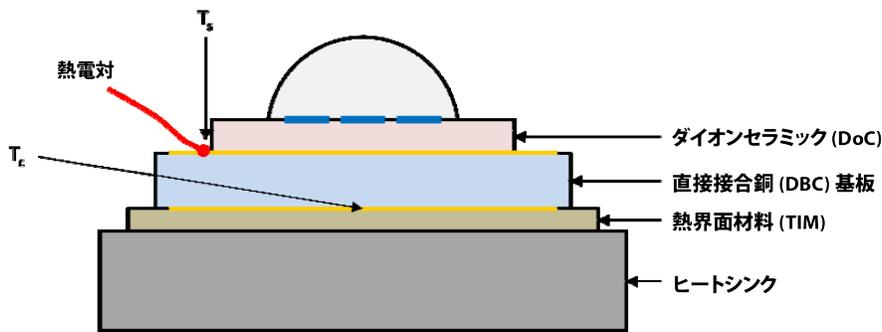

図 8. ヒートシンク上の LUXEON S エミッター (断面図)
- 図 8 に示すように穴をあけ、イソプロピルアルコール (IPA) を使って表面を拭く。
LED のジャンクション温度  $T_j$  を計算する数式は、 $T_j = T_c + R_{\theta_{\text{junction-case}}} P_{\text{LED}}$  です。この数式で、 $T_c$  は DBC 基板の底面 (図 8 参照) のケース温度、 $R_{\theta_{\text{junction-case}}}$  はジャンクションとケース間の熱抵抗 (データシート DS80 参照)、 $P_{\text{LED}}$  は LED に使われる総電力量です。ケース温度  $T_c$  は直接測定することができないため、Philips Lumileds は代わりに DBC 基板上部の温度  $T_s$  を測定するよう推奨しています (図 8 参照)。温度  $T_c$  と温度  $T_s$  の関係は、実験の結果、 $T_c = T_s - 0.5^\circ\text{C}$  で表されます。